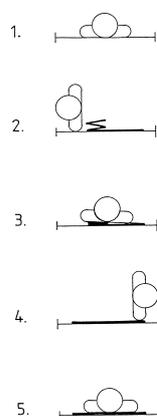

Abb. 5
- Dann Gurtlaschen von außen nach innen unter die Oberschenkel legen; dazu können die Beine leicht angewinkelt werden (**Abb. 5, 6**).